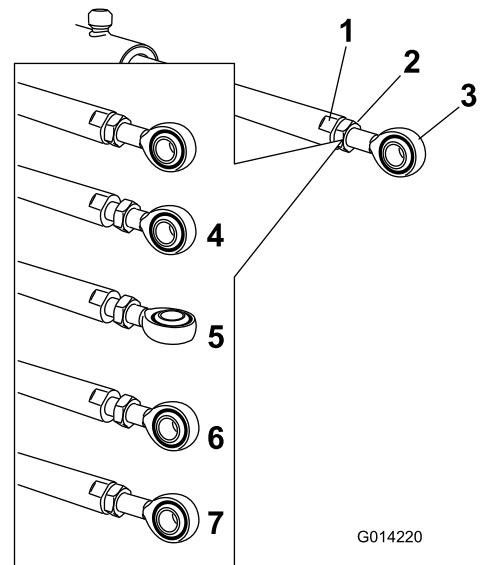

Bild 61
5. Arretieren Sie die flachen Seiten der Aktuatorstange mit einem Schraubenschlüssel und lösen Sie dann die Klemmmutter, damit Sie die Ösenstange manipulieren können (Bild 61).
6. Drehen Sie die Ösenstange in der Aktuatorstange, um den ausgefahrenen Aktuator auf die gewünschte Stellung zu verlängern oder zu verkürzen (Bild 61).